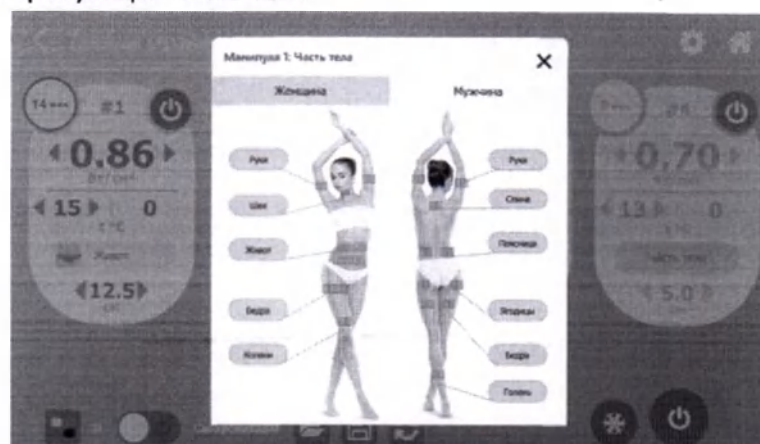

Рис.10.5 – Выбор пола и части тела пациента
10.5. Для выбора стандартных настроек параметров работы Прибора нажмите на кнопку , после чего в появившемся окне вы сможете выбрать пол и часть тела пациента, как показано на рис.10.5. После выбора в основном меню программы будет